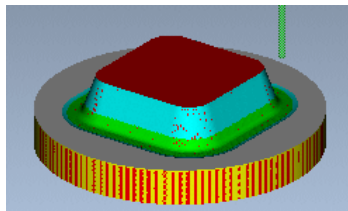

图 3.16.9 运行结果
Step1. 在设计树中选中 DPO10 [MILL01] 选项，右击，在弹出的快捷菜单中选择 材料移除模拟 命令，系统弹出“VERICUT 7.1.5 by CGTech”窗口，单击 按钮，运行结果如图 3.16.9 所示。